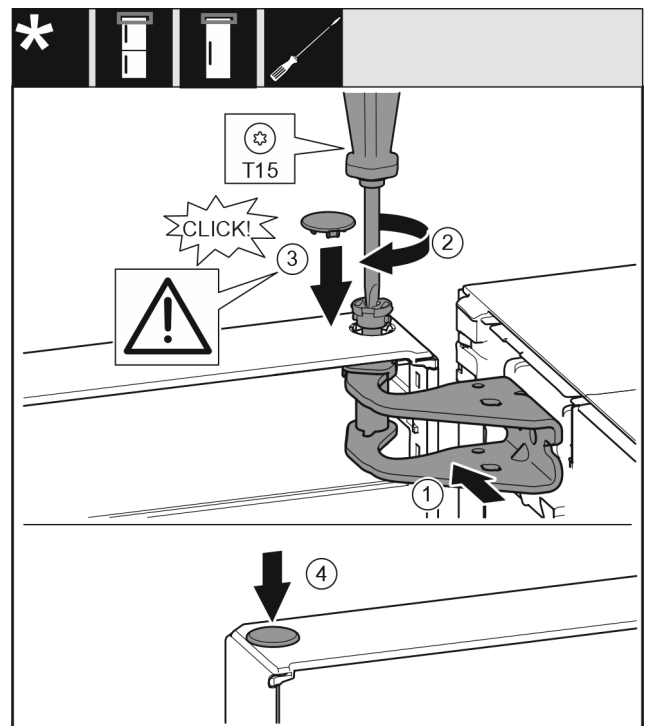

Fig. 21
- ▶ 将门的上方对准托架中的开口。Fig. 21 (1)
- ▶ 放入螺栓并用 T15 螺丝刀拧紧。Fig. 21 (2)
- ▶ 安装冰箱门安全装置的安全盖：放入安全盖并检查其是否紧贴贴在门上。否则，需将螺栓完全插入。Fig. 21 (3)
- ▶ 放上堵头。Fig. 21 (4)